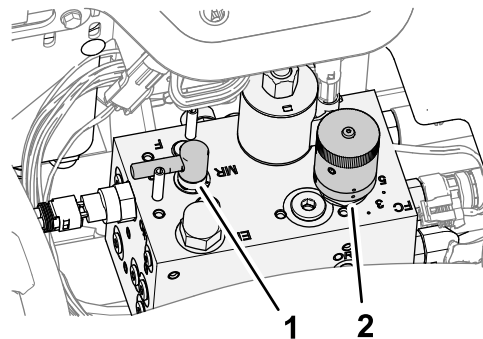

Figura 91
3. Mova a alavanca de afiação para a posição F (cortar) (Figura 91).